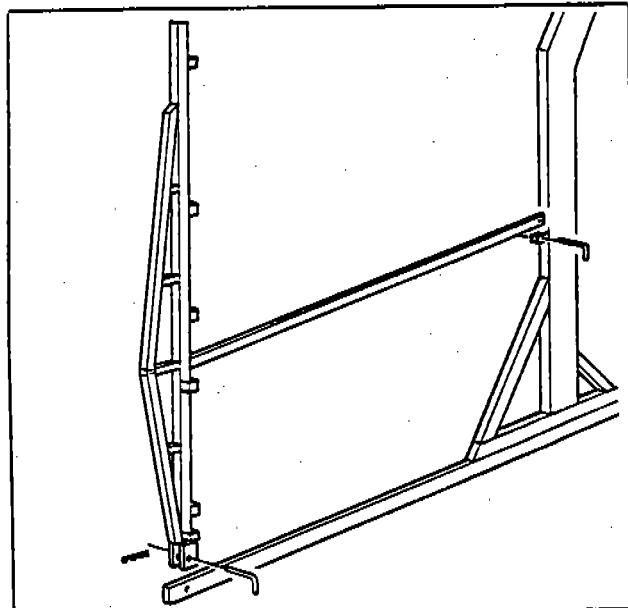

Fig. 32
- Matching the marks on the rail support and base rods (Fig. 32), assemble the supporting columns, securing them with pins and safety clips.
- Rispettando le sigle riportate su gancio e supporto (Fig. 32), montare i supporti del scenario e fissarli con spine e copiglie.